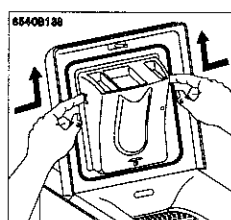
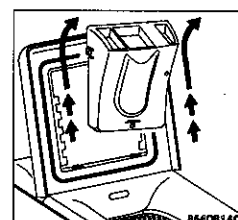

Abb.1
Abb.2
Drücken Sie auf die Markierungen links und rechts des Waschmittelfaches und ziehen Sie diese gleichzeitig nach oben (Abb.1 und Abb.2).
- Packen Sie das Gerät aus. Kippen Sie das Gerät nach hinten. Drehen Sie eine der hinteren Ecken um ein Viertel. Das Gerät wird dadurch aus der Styroporboden-Verpackung gelöst. Nehmen Sie die Verpackung weg (Abb.1).
- Öffnen Sie den Deckel des Geräts und entfernen Sie die Formteile aus Styropor und Gummi, die die Trommel blockieren. Schließen Sie den Deckel danach wieder (Abb.2).